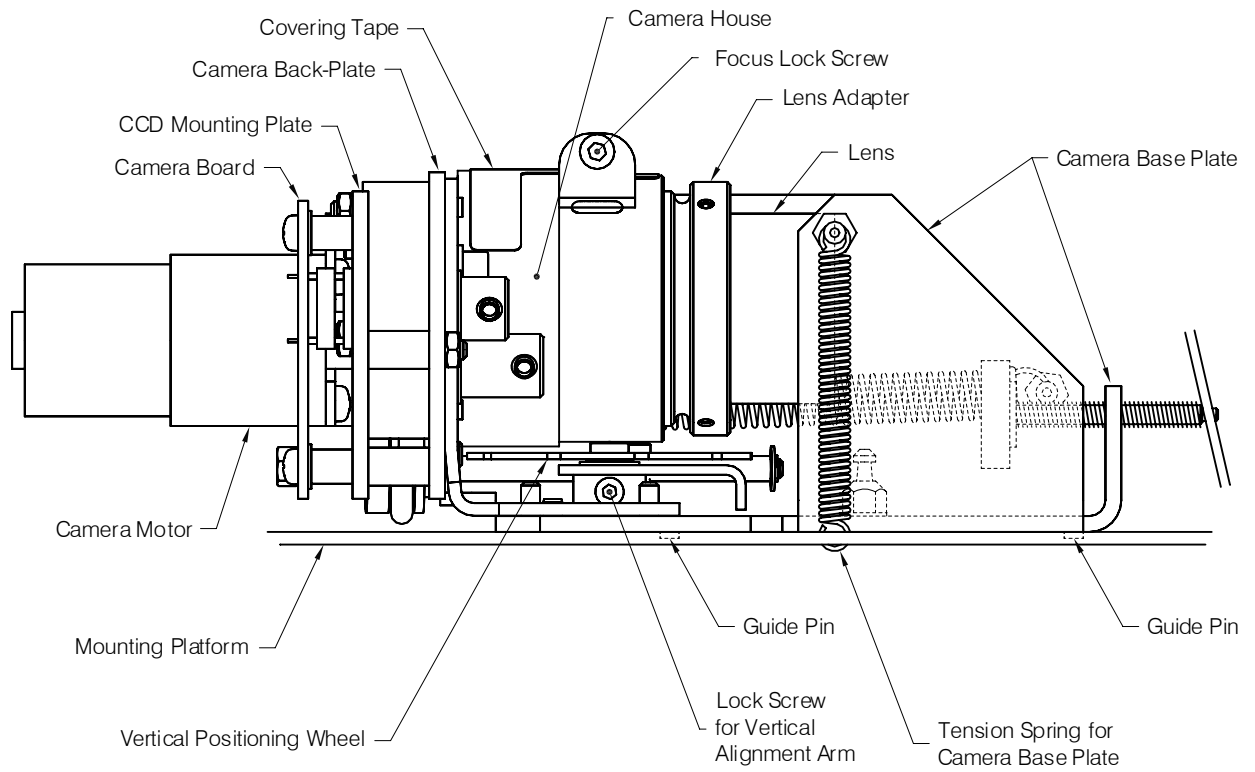

Fig. 4-2 CCD-Camera, Side View
- Fig. 4-2 CCD-Camera, Side View, page 83